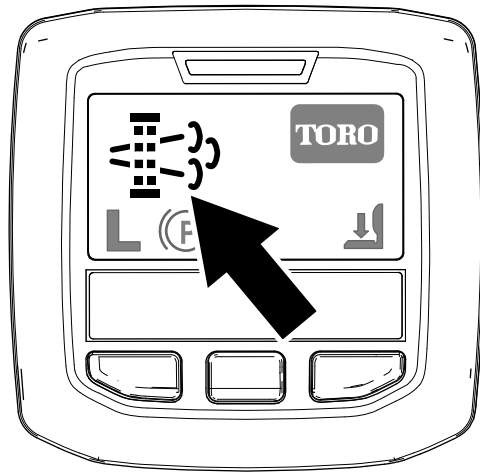

Figure 29
- L'icône préconisant une régénération en stationnement s'affiche sur l'InfoCenter (Figure 29).